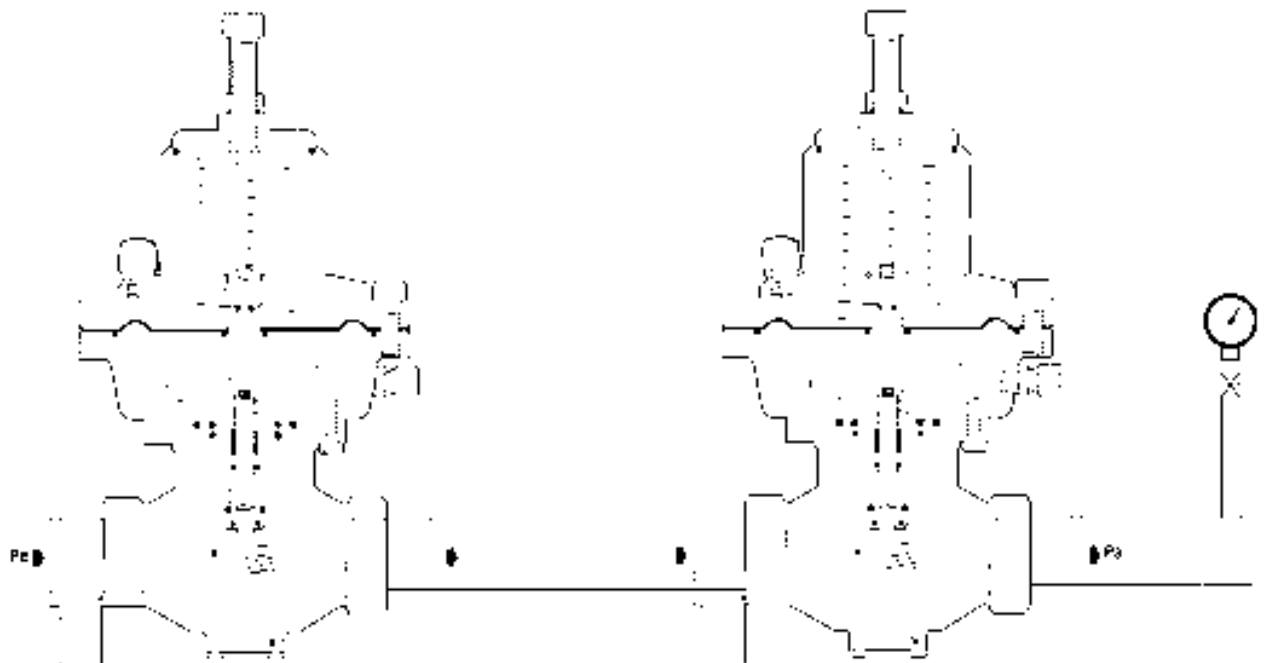

Fig. 8
Per tale dispositivo di emergenza la PIETRO FIORENTINI dispone di una soluzione per installazioni con monitor in linea (fig. 8).
*PIETRO FIORENTINI has a solution for this emergency device for installations with in-line monitor (fig. 8).*